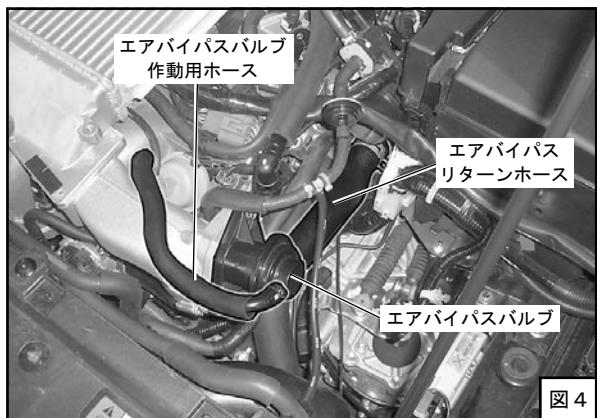

図4
- (6) ホースクランプをゆるめ、エアバイパスリターンホースを取り外してください。(図4)
- (7) エアバイパスバルブ作動用ホースを外し、ボルトを外してエアバイパスバルブを取り外してください。(図4)